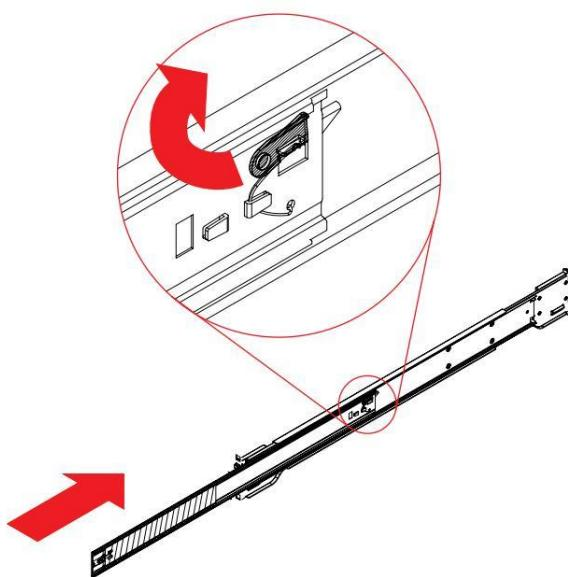

Рисунок 199 – Фиксирующий стопор
2. Отпустите фиксирующий стопор (см. Рисунок 199) и сдвиньте средний рельс внутрь, чтобы его убрать.